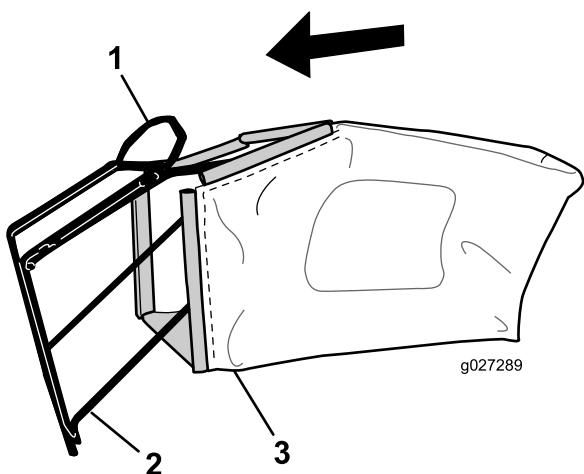

Figure 8
1. Glissez le bac sur l'armature, comme montré à la Figure 8.